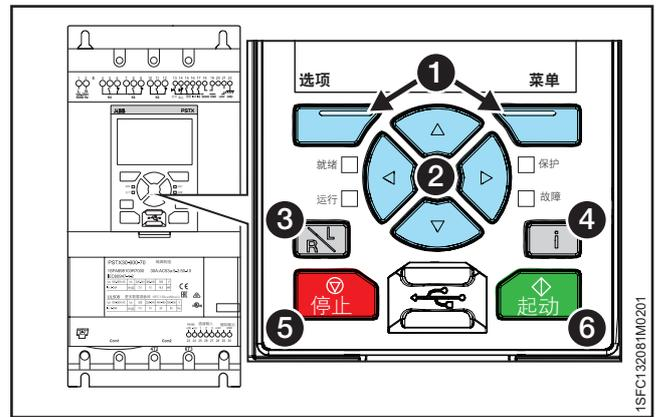

图 6.3
软起动器的键盘上具有 10 个按键，请参见图 6.3。本章将介绍每个按键的功能。
① 图 6.3。
使用导航键在菜单中进行导航并更改参数值。可以更改或滚动显示屏中通过黑色背景突出显示的菜单/值。从列表中选择时，您可以循环滚动显示的内容。见图 6.3 中的 ②。
R/L 键表示“远程或本地”。使用此键可在 HMI 本地控制以及硬线输入或现场总线远程控制之间切换对软起动器的控制方式。见图 6.3 中的 ③。
使用信息键获得关于 HMI 以及软起动器状态和设置的信息。按下此键可以获得与 HMI 中的当前设置相关的帮助和一般信息。见图 6.3 中的 ④。
停止键是软起动器的停止开关。按下此键时，电动机将按照设置的参数停止。如果需要，您可以在起动斜坡期间发出停止命令。（仅在本地控制模式下有效）。见图 6.3 中的 ⑤。
按下此键时，电动机将按照设置的参数起动并运行。（仅在本地控制模式下有效）。见图 6.3 中的 ⑥。